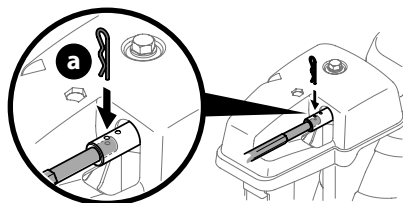

Figure 45
2. Tirez la tige de commande jusqu'à ce que le trou sur la tige s'aligne avec le deuxième trou du raccord de la tige. Voir (Figure 45).